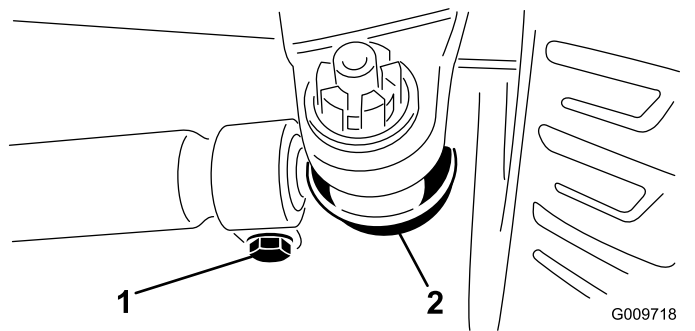

Figura 77
3. Para ajustar la convergencia, retire la chaveta y la tuerca de cualquiera de las rótulas de la biela (Figura 77).
5. Afloje las abrazaderas en ambos extremos de las bielas (Figura 77).
6. Gire la rótula retirada una (1) vuelta completa hacia dentro o hacia fuera.